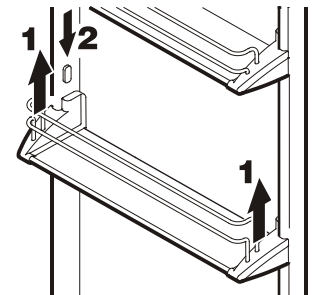

Figura 8
Desplazar los estantes (cara interior de puerta) - Figura 8
- Retire los estantes de la cara interior de la puerta según se muestra en la **Figura 8, 9**.